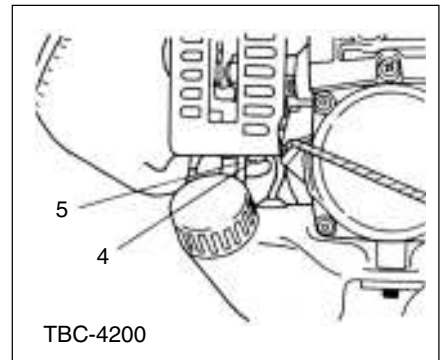

Fig.2-2C
*Push priming bulb (4) several times so that fuel flows through return pipe (5) (if so equipped)(Fig. 2-2C)
2. With the safety trigger (2) pressed (if so equipped), pull throttle trigger and push throttle lock (3), then slowly release the throttle trigger first, then the safety trigger. This will lock the throttle in starting position.
*Presser la poire d'amorçage (4) (Si la machine en est munie) à plusieurs reprises pour que le carburant puisse s'écouler de la poire dans le tuyau de retour (5) (Fig. 2-2C)
2. Tout en appuyant sur le bouton de blocage de gâchette de commande des gaz (2) (si elle en est munie), presser la commande des gaz (3). Relâcher ensuite lentement la commande des gaz en premier, puis le bouton de blocage de la gâchette de commande des gaz. Ceci verrouillera le papillon de commande des gaz sur la position de démarrage.
*Premere ripetutamente il bulbo (4) della pompa di adescamento per far affluire la miscela al carburatore attraverso il tubo di ritorno (5). (se la macchina ne é fornita) (Fig. 2-2C)
2. Premendo sul salvavita (2) (se la macchina ne é fornita), tirare la leva dell'acceleratore e premere il pulsante di bloccaggio acceleratore (3), quindi rilasciare lentamente prima la leva dell'acceleratore e poi il salvavita. La leva dell'acceleratore rimane così bloccata in posizione di avviamento.